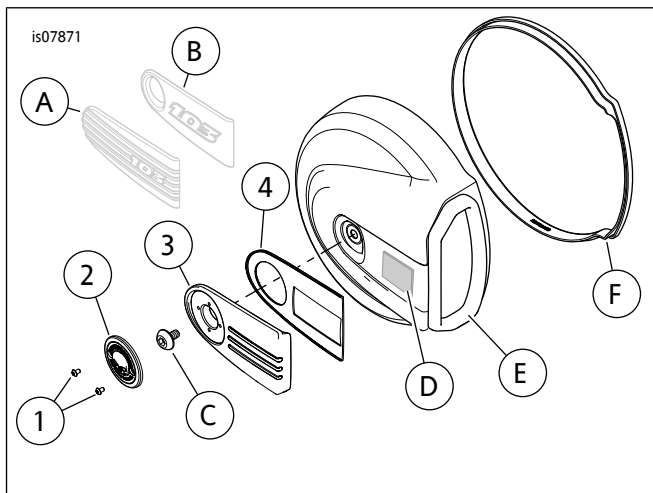

图1。维修零件：空气滤清器装饰套件
参见图1和表1。
- 参见图1。从空气滤清器盖拆下原厂设备(OE)嵌件(A或B)。
- 参见图1。使用外用酒精与水的50:50混和剂彻底清洁区域(D)。待其完全晾干。